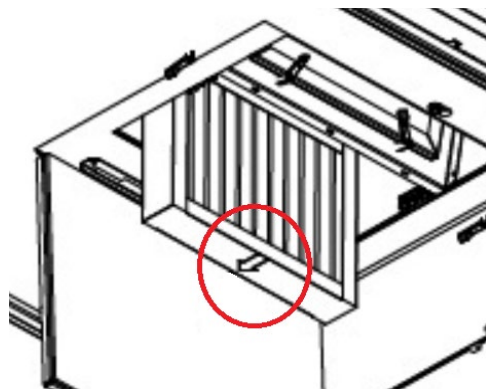
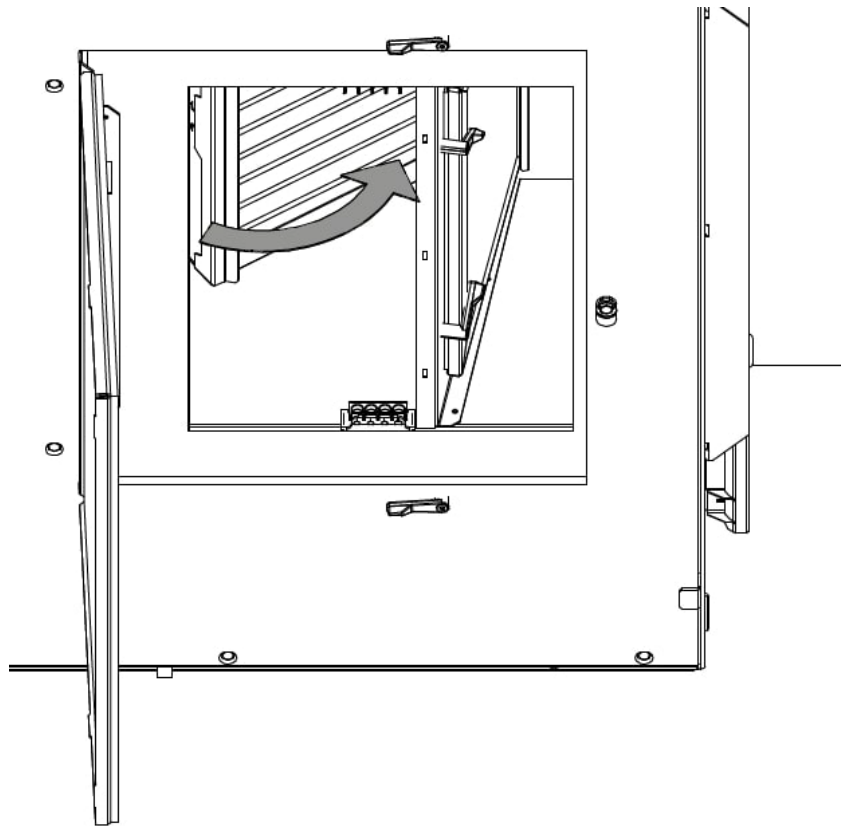

Figur 15: Ta ut finfilteret
Figur 16: Sett inn et nytt finfilter
7. Ta ut filteret og sett inn et nytt, se Figur 15 og Figur 16.